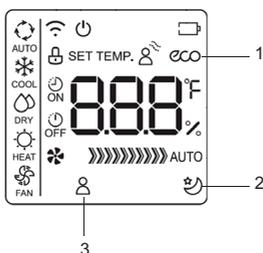

fig. 6 -
- 1. Funcionamento "ECO"** (parte 1 "fig. 6 -") (o visor da unidade interior mostra a mensagem "E--O" com as letras que aparecem uma após a outra, seguidas da indicação da temperatura definida). A função "economia de energia" só pode ser activada no modo COOL premindo o botão "ECO". Se o ponto de regulação da temperatura for inferior a 24°C, a activação do modo "ECO" altera automaticamente o ponto de regulação da temperatura para 24°C e a velocidade do ventilador para "Auto" para economizar energia. Se o ponto de regulação da temperatura for superior a 24°C, quando o modo "ECO" estiver activado, o ponto de regulação da temperatura não é alterado e a velocidade do ventilador é definida para "Auto". Para sair do modo de funcionamento "ECO", prima a tecla "ECO" ou selecciona outro modo de funcionamento, ou baixe o ponto de regulação da temperatura para um valor inferior a 24°C.
- 2. Funcionamento SLEEP** (porm.2 "fig. 6 -"). Mantenha pressionado o botão "ECO" por 2 segundos para ativar o modo "SLEEP", evidenciado pelo respetivo símbolo no ecrã. A temperatura de set point aumenta (funcionamento a frio "COOL") ou diminui (funcionamento a quente "HEAT"), de 1°C a intervalos pré-estabelecidos para um máximo de 2 °C. . A função SLEEP termina automaticamente após 8 horas e a unidade continua a funcionar com o último set point. Esta função não está disponível nos modos de funcionamento "Ventilador" (ventilação) e "DRY" (desumidificação).
- 3. Funcionamento "FOLLOW ME"** (porm.3 "fig. 6 -"). Ativável no funcionamento HEAT - AUTO - COOL. O controlo remoto envia automaticamente a cada 3 minutos o sinal da temperatura local lida pelo mesmo ao aparelho de ar condicionado. Tal temperatura é tida como referência para o controlo da máquina. É necessário que o controlo remoto e a unidade possam transmitir e receber o sinal entre si. Se o aparelho de ar condicionado não receber nenhum sinal do controlo remoto durante 7 minutos, deixará de considerar tal valor e voltará a usar o valor lido pela sonda incorporada na máquina.